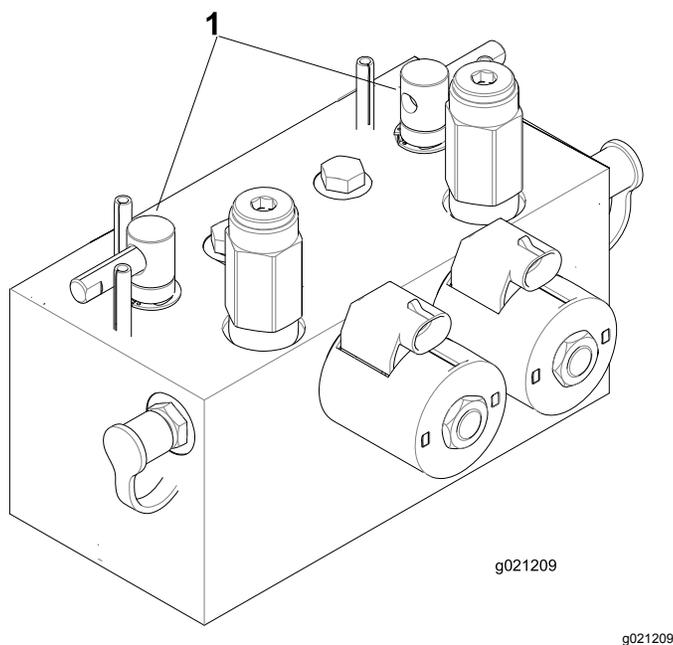

Рисунок 97
2. Разблокируйте и поднимите сиденье для доступа к рычагам обратного вращения (заточки) (Рисунок 97).
5. Выберите передний, задний или оба рычага обратного вращения, чтобы определить, заточку каких режущих блоков необходимо произвести (Рисунок 97).